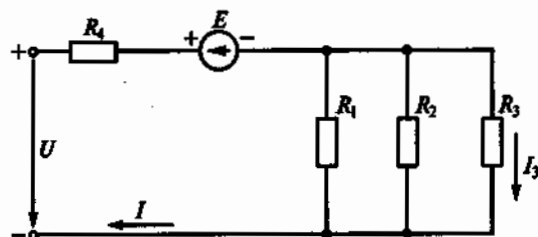

Рис. 34
1.48. Р. Каковы напряжение U и ток I_3 в цепи на рис. 34, если $I = 40$ А, $E = 20$ В, $R_1 = 12$ Ом, $R_2 = 6$ Ом, $R_3 = 4$ Ом, $R_4 = 5$ Ом?